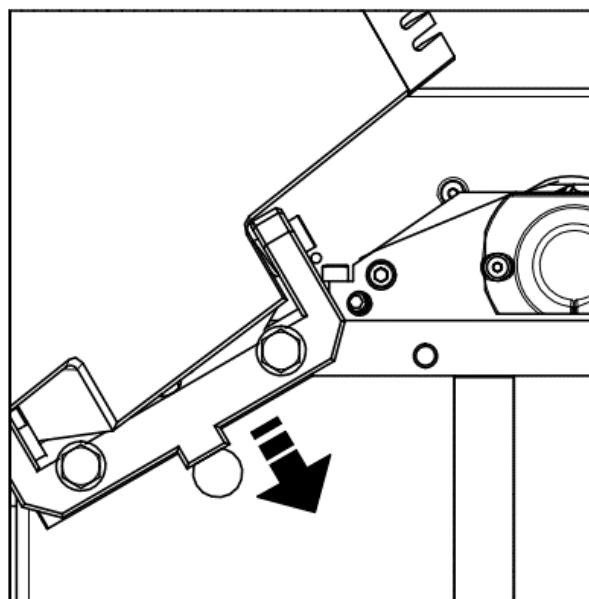

Abb. 14
- 8 Bevor Sie die Auf- und Abnahmetische schließen, denken Sie daran, die Sicherheitsverriegelung herunterzuziehen (Abb. 11.3). (Abb. 14)
- 3 Ziehen Sie dann die Sicherungsstifte der Scharniere (Abb. 11.3 + Abb. 14) nach unten, um die Tische zu schließen.